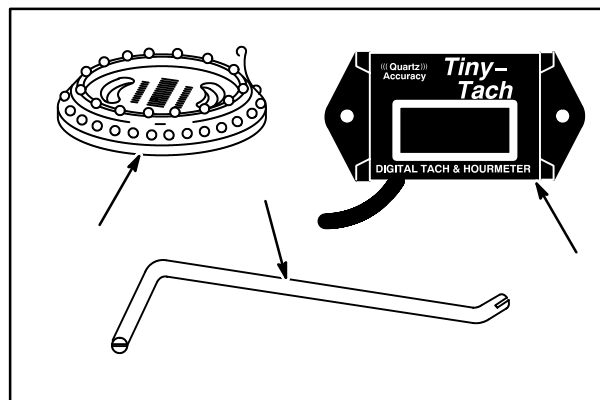

Fig. 31
- Ferramentas necessárias, Fig. 31: